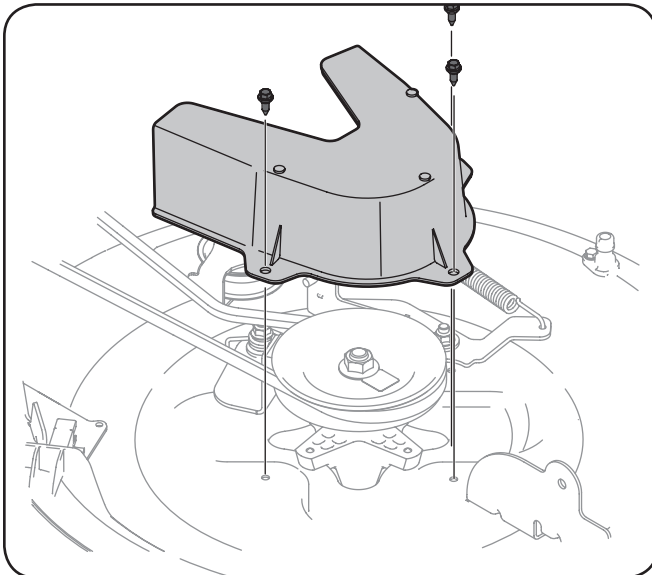

Figura 7-5
5. Quite la cubierta de la cubierta, quitando los tres tornillos hexagonales que lo sujetan. Ver Figura 7-5.